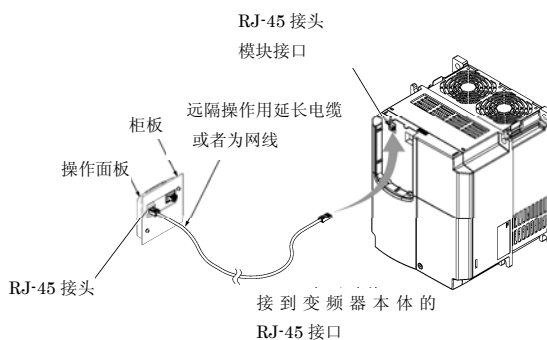

图 2.34 连接操作面板·变频器本体的延长电缆或者网线
- ⑤ 用延长电缆（CB-5S，CB-3S，CB-1S）或者一般销售的网线（双绞型）将操作面板的 RJ-45 接口和变频器本体的 RJ-45 接口连接起来。（图 2.34）